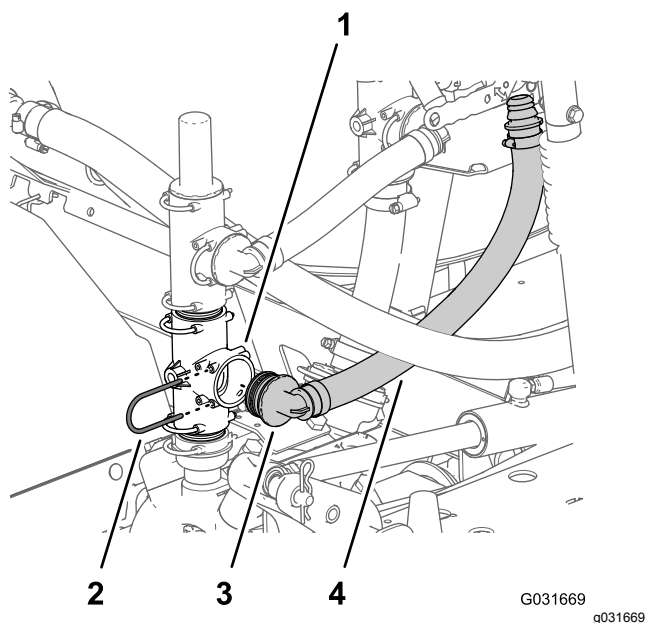

Figura 10
1. Allineate l'altro raccordo a 90° del gruppo flessibile di alimentazione con il foro aperto del raccordo a T inferiore nella pompa dell'irroratrice e inserite il raccordo a 90° fino a quando non è in sede (Figura 10).
2. Fissate il raccordo a 90° al raccordo a T nella pompa dell'irroratrice con il fermo (Figura 10) che avete rimosso al passaggio 1 di Riposizionamento della valvola di sfiato della pressione e del raccordo a T superiore (pagina 5).